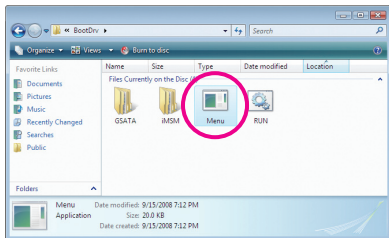
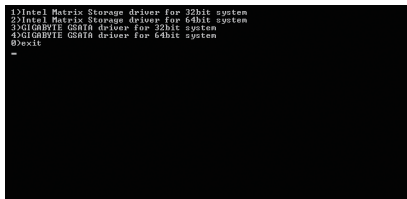

図 3
図 4
- 2: 光学ドライブフォルダから、BootDrv フォルダの Menu.exe ファイルをダブルクリックします(図 3)。図 4 のようなコマンドプロンプトウィンドウが開きます。
- 3: 空のフォーマット済みディスクを挿入します。メニューから対応する文字を押すことでコントローラドライバを選択し、例えば、図4でメニューから、